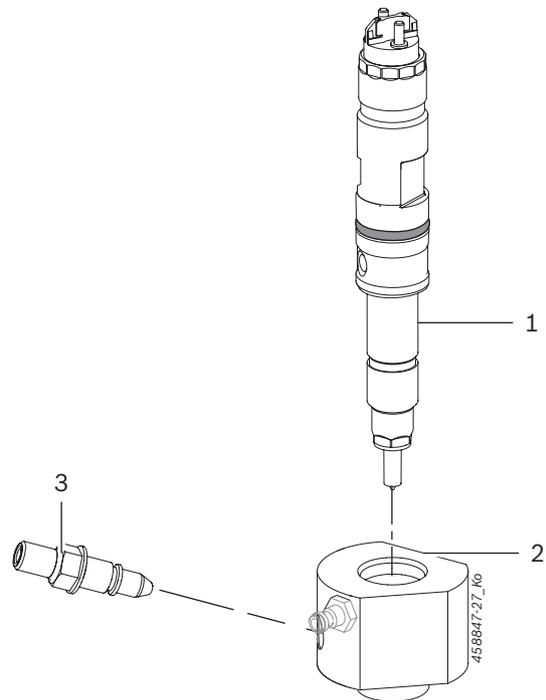

Рис. 8: Монтаж CRIN
1. Выбрать испытательный адаптер (Рис. 8, поз. 2).
3. Подвинуть CRIN (Рис. 8, поз. 1) в испытательный адаптер. При этом впускное отверстие высокого давления CRIN должно находиться на одной линии с патрубком напорной трубы (Рис. 8, поз. 3).